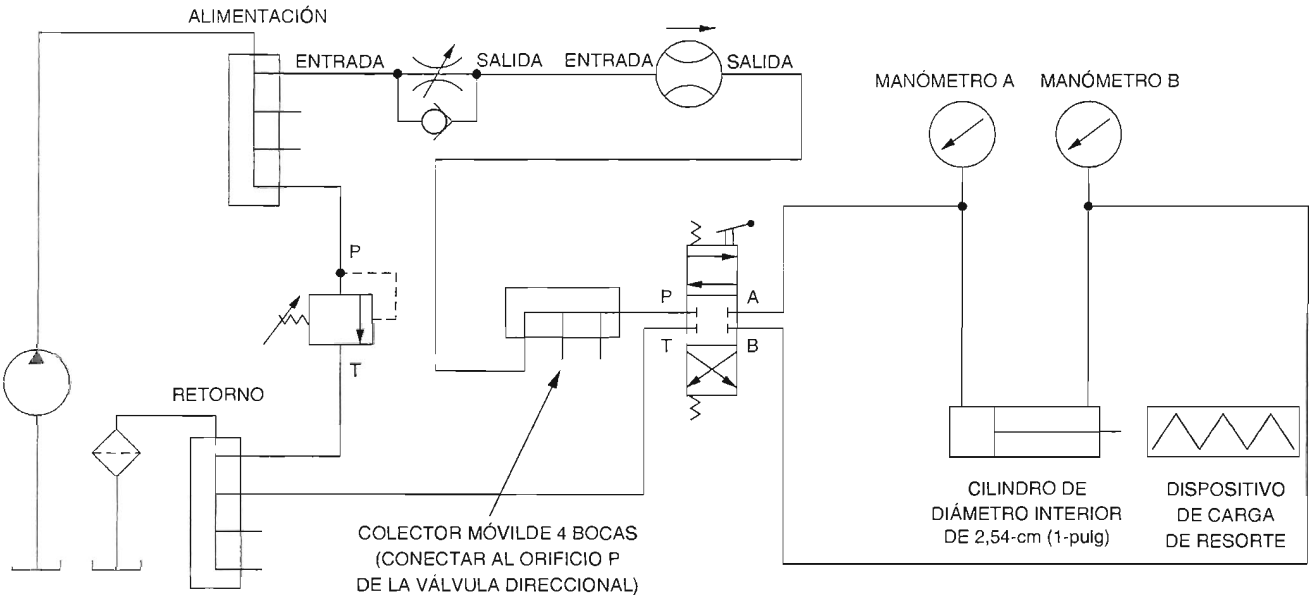

Figura 3-20. Cilindro en un circuito normal (no regenerativo).
- 10. Cambie su circuito regenerativo a circuito normal (no regenerativo). Para realizar esto, desconecte el extremo vástago del cilindro del colector de 4 bocas instalados en el orificio P de la válvula direccional, después conecte el extremo vástago al orificio B de la válvula direccional, como se muestra en la Figura 3-20.
- ☐ 29. Cambie su circuito regenerativo a un circuito normal. Para realizar esto, desconecte el vástago del cilindro del colector de 4 bocas instalado en el orificio P de la válvula direccional, después conecte el extremo vástago del orificio B de la válvula direccional, como se muestra en la Figura 3-20.